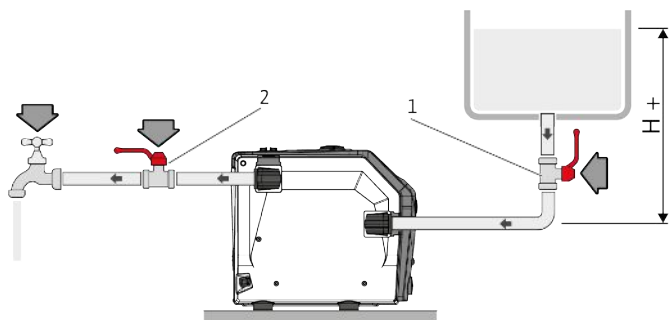
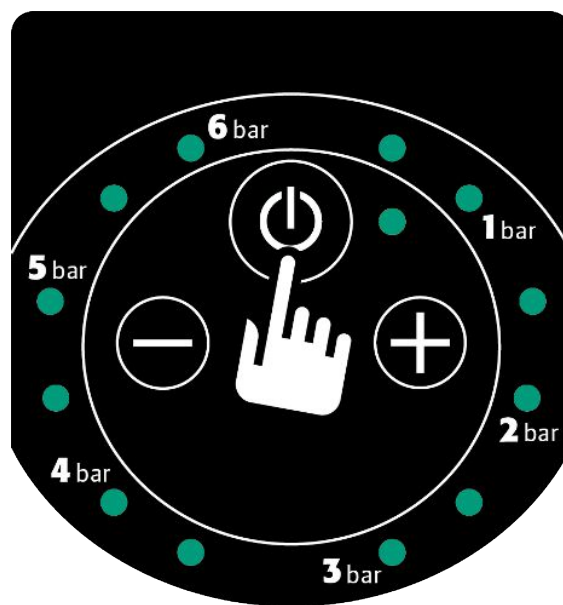

Fig. 8: Експлоатация при натоварване
Fig. 11: Бутон за управление Вкл./Изкл.
1. Ако продуктът е инсталиран за експлоатация при натоварване (Fig. 8), натиснете веднъж бутона за управление вкл./изкл. (Fig. 11).
2. Натиснете бутона „Вкл./Изкл.“ на работната област (Fig. 11).